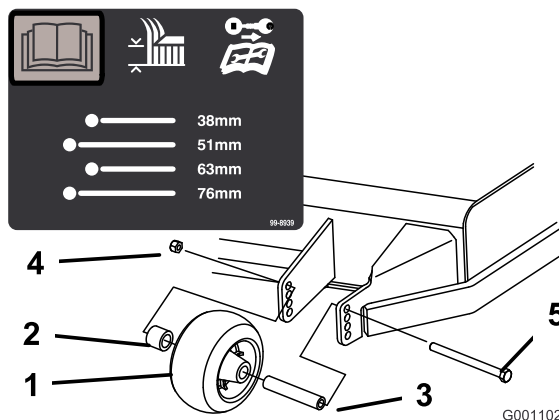

Figura 30
3. Ajuste los rodillos protectores del césped, tal y como se muestra en la Figura 30, la Figura 31 y la Figura 32.